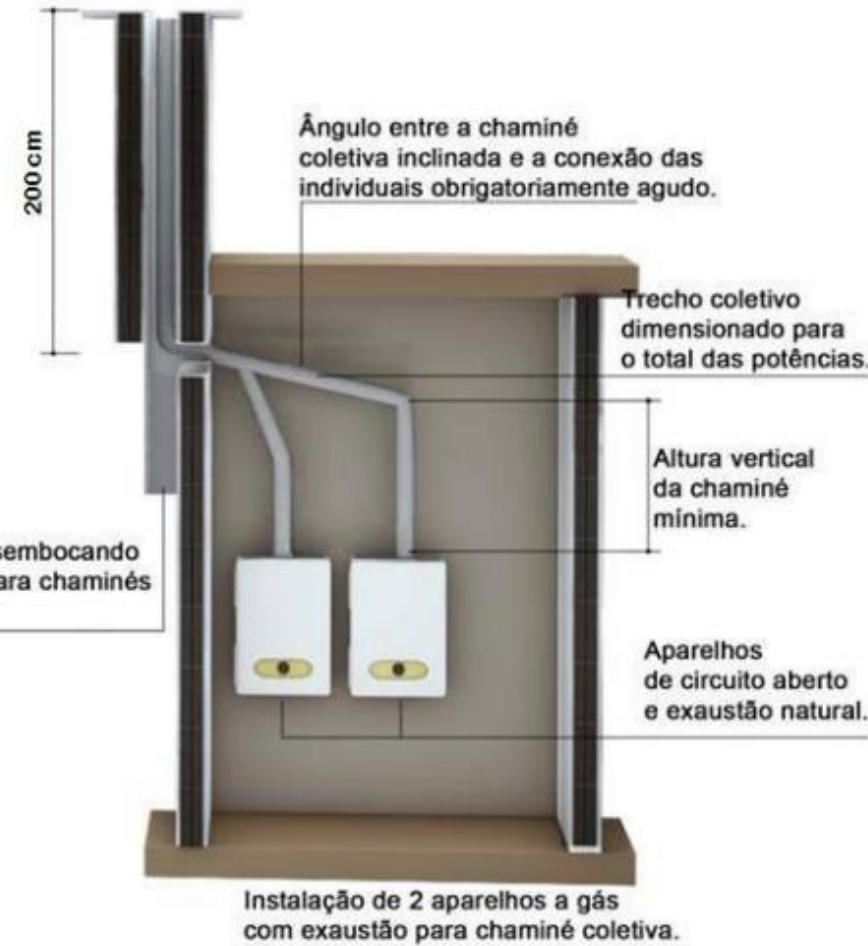

Figura 7.26 - Instalação da chaminé de dois aparelhos a gás
- É proibida a instalação de dois ou mais dutos de exaustão individuais com uma única terminação de chaminé, devendo-se para tal adotar os critérios dispostos na figura 7.26